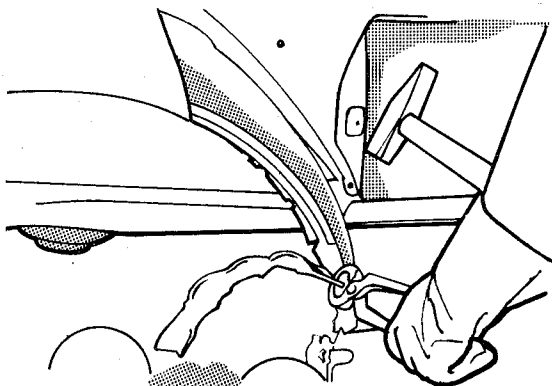

fig. 138
12. Remover as sobras do painel das abas soldadas por pontos (fig. 138)